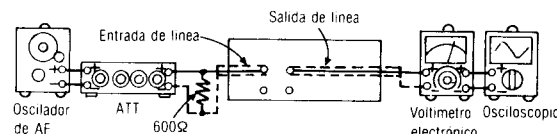

Fig. 7
1. La conexión del equipo de prueba se muestra en la Fig. 7.
6. Si no está dentro de la standard, ajustar RV101 (CH-I) (RV102 (CH-D)) y repetir el paso (2), (3) y (4) hasta que la salida esté dentro de la standard.